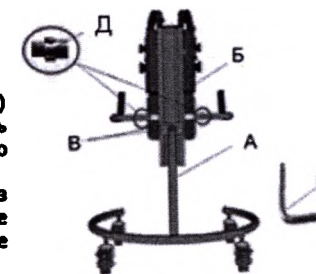

Рис.5
- 1) Регулировка высоты рамы (рис. 5)
- 2) Регулировка высоты грудного пояса (рис.5)
- 5) Регулировка положения ручек (рис. 5, 7)
Для регулировки расстояния между ручками необходимо на ручках нажать юбочные фиксаторы (Д), изменить расстояние между ручками перемещая их влево-вправо, выбранное положение зафиксировать юбочными фиксаторами (Д) (рис.5)